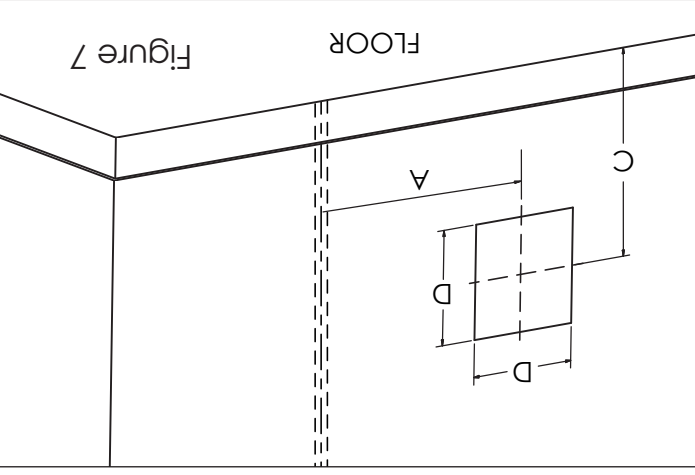

Figure 7
- En tenant compte des dégagements minimaux mentionnés dans le tableau deux, localisez le montant mural le plus proche (qui servira à maintenir l'appareil) et marquez le centre du trou carré à une distance «A», (si le montant mural est à droite), ou «B», (si le goujon est à gauche) (voir tableau 2 et figures 7 et 8). Remarque: Utilisez l'écran thermique pour aider à maintenir le support en place lors du marquage des emplacements des trous carrés.
- Découpez le trou carré à travers le mur selon les mesures et les positions indiquées aux figures 7 et 8.